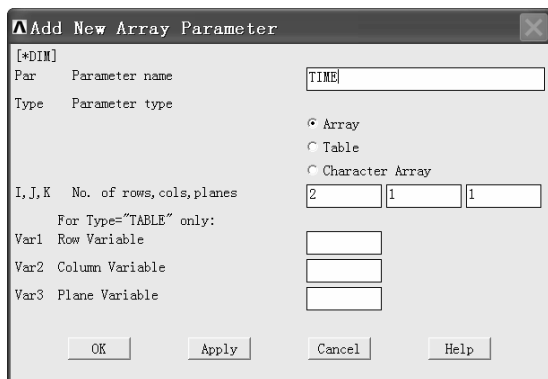

图 5-43 “Add New Array Parameter” 窗口
(2) 单击“Array Parameters”窗口中的“Add...”按钮，弹出“Add New Array Parameter”窗口（见图 5-43）。在“Parameter name”后的方框中输入“TIME”，然后单击“OK”按钮返回到“Array Parameters”窗口。